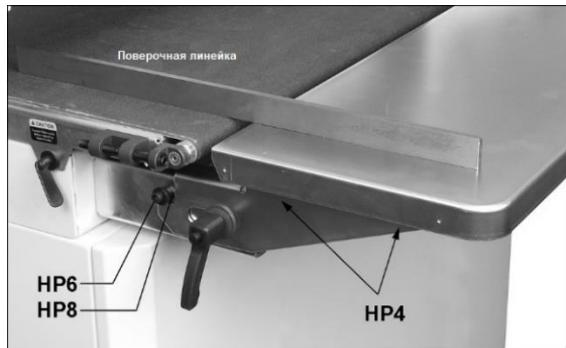

Рис. 6-4: выравнивание удлинения стола
- Опустите барабан, чтобы зафиксировать поверочную линейку. См. Рис. 6-4. Поднимайте стол подачи/разгрузки, пока его поверхность не будет чуть ниже ленты транспортера. Затяните винты на этой стороне.